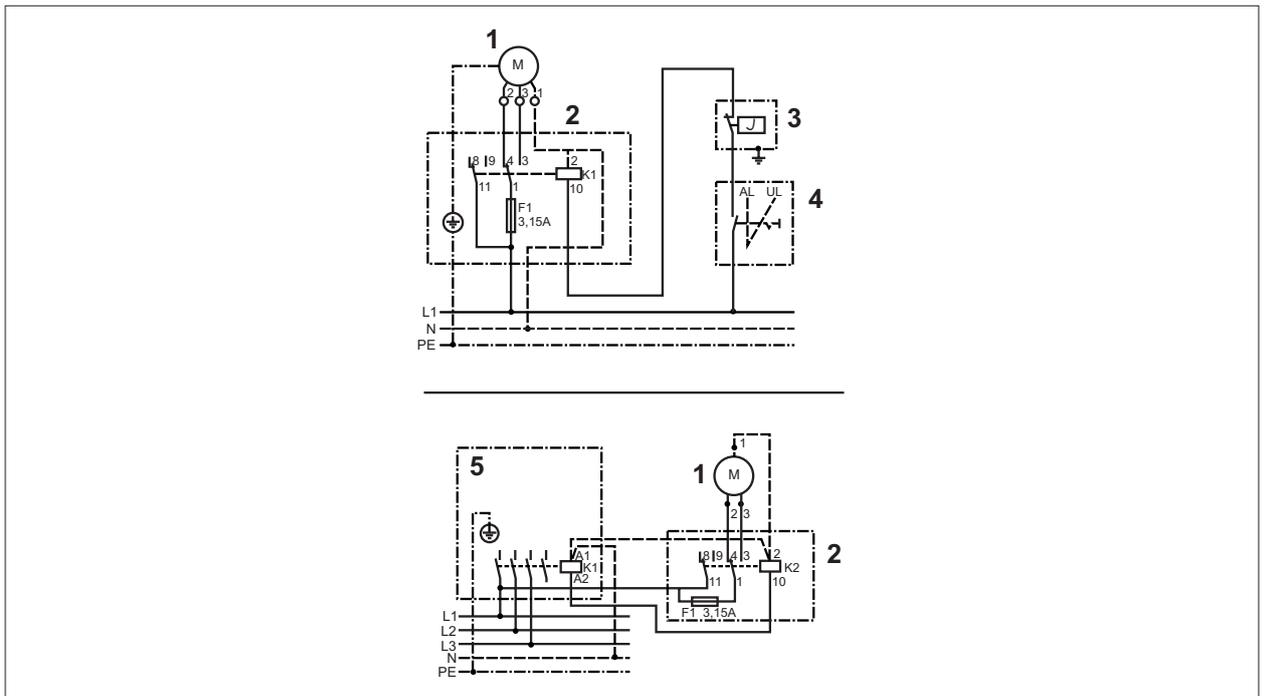

Abb. 7.10 Schaltplan Automatik-Relais A1
- ▶ Abb. 7.10 Schaltplan Automatik-Relais A1 beachten.